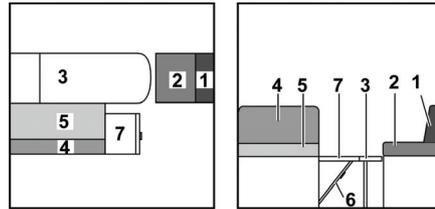

Bild 158 Während des Umbaus
- Sitzbankverlängerung (Bild 158,7) nach oben klappen und mit Klappe verkeilen.
- Das Rückenpolster des Längssitzes (Bild 158,1) abnehmen und beiseite legen.
- Das Sitzpolster des Längssitzes (Bild 158,2) nach vorn bis zum Tisch ziehen.
- Das Sitzpolster der Sitzbank (Bild 158,5) nach vorn auf den Tisch ziehen.
- Das Rückenpolster der Sitzbank (Bild 158,4) umlegen und auf die Sitzbankverlängerung ziehen.
- Das Zusatzpolster (Bild 158,9) zwischen das Sitzpolster und das Rückenpolster legen.
- Die Zusatzpolster (Bild 158,10, 11 und 12) zwischen die Seitenwand und die Polster auf dem Tisch und der Sitzplatte legen.